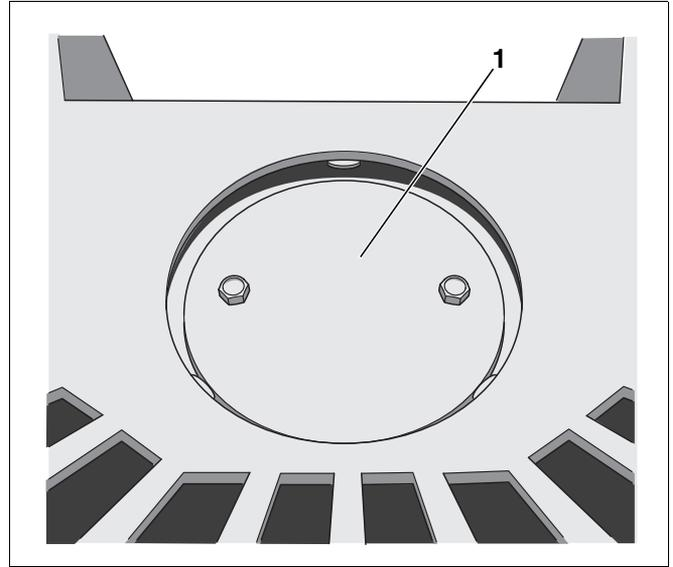

Abb. 10 Abgasanschluss Oberseite – innere Abdeckplatte
- Innere Abdeckplatte (Abb. 10, **Pos. 1**) am Abgasanschluss Oberseite montieren.